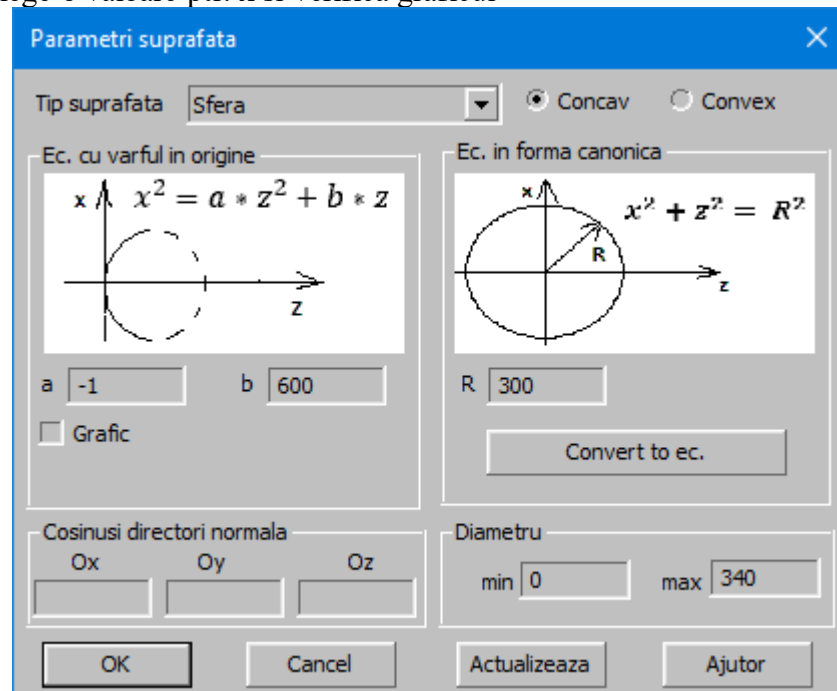
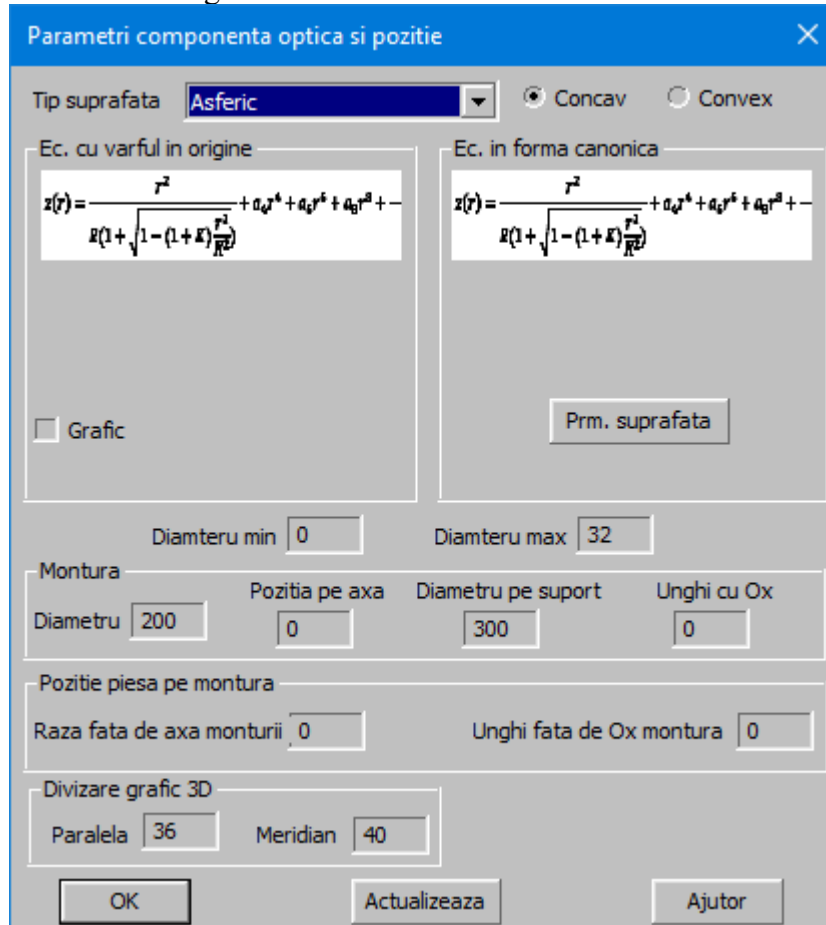

Fig. 6.5.1 Freastra ptr. editat suprafete quadrice
Fig. 4.6.1.4.1.
- **Raza, a, b** – parametrii suprafetei din forma canonica. Se recomanda apasarea butonului **Suprafata** si se creaza fereastra de mai jos (Fig. 6.5.1). Fereastra contine urmatoarele campuri active:
Prin aceasta comanda se creaza fereastra prin care se introduc parametrii suprafetei acoperite si pozitia ei. Fereastra ptr. suprafete diferite de asferic are forma de mai sus (Fig. 6.5.1) iar ptr. format asferic are formatul din Fig. 4.6.1.4.1.